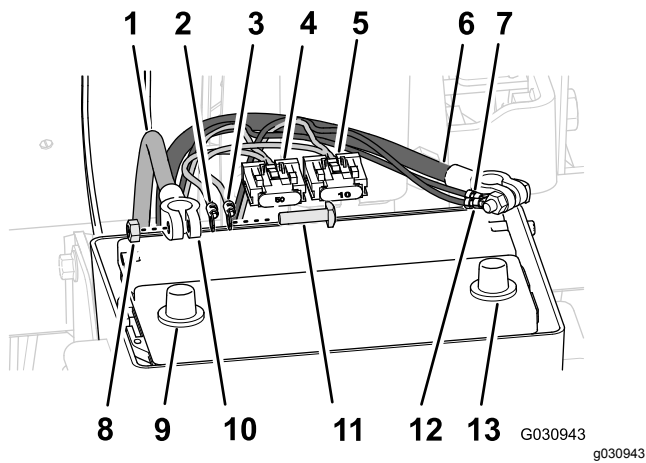

Bild 170
1. Verlegen Sie den Pluspol (rotes Kabel), den Minuspol (schwarzes Kabel) und die 50-A-Sicherung des hinteren Kabelbaums zwischen dem Batteriekasten und dem Chassis der Maschine (Bild 170).
Navigationskabelbaums und den Pol des Minuskabels der Batterie (Bild 170) ein.
7. Befestigen Sie die Pole und die T-Schraube lose mit einer Sechskantmutter (Bild 170).
3. Entfernen Sie die T-Schrauben und Sechskantmuttern von den Polen der Plus- und Minuskabel der Batterie (Bild 170).
4. Setzen Sie eine T-Schraube durch den Pluspol (rotes Kabel) des hinteren Kabelbaums, den Pluspol des elektrischen Navigationskabelbaums und den Pol des Pluskabels der Batterie (Bild 170) ein.
5. Befestigen Sie die Pole und die T-Schraube lose mit einer Sechskantmutter (Bild 170).